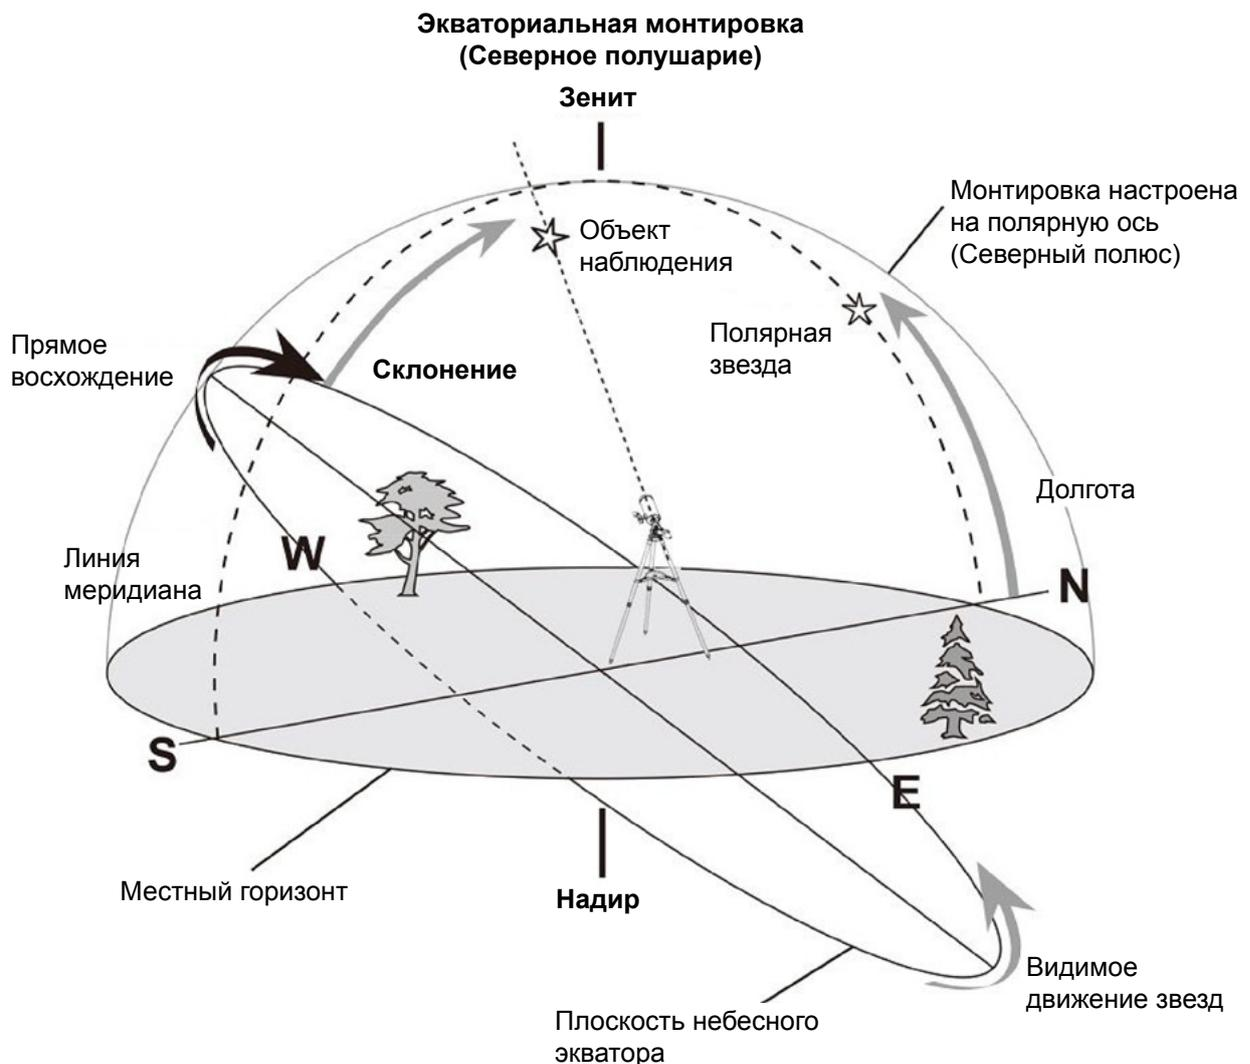

Рис. 11.1
Такая настройка позволяет наклонить монтировку на угол, соответствующий широте наблюдателя, после чего монтировка поворачивается вокруг небесного (и земного) экватора (рис. 11.1). Небесный экватор становится «горизонтом» монтировки, причем часть этого «горизонта» скрыта поверхностью Земли. Движение в этой системе координат, соответствующее азимутальному движению, называется прямым восхождением (RA). Кроме того, монтировка поворачивается на север (+) и юг (-) от небесного экватора в сторону небесных полюсов. Отрицательное или положительное отклонение монтировки от небесного экватора называется склонением (DEC).